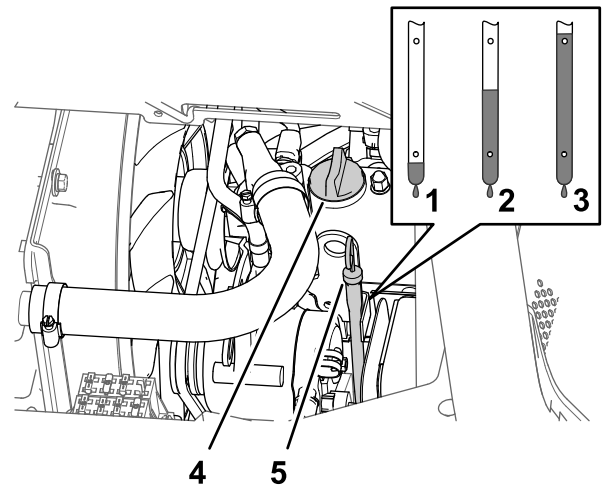

Figura 77
5. Rimuovete il tappo di riempimento dell'olio dal bocchettone del coperchio della valvola del motore (Figura 77) e lentamente versate circa l'80% della quantità d'olio specificata nel collo del bocchettone.
6. Rimuovete l'asta e controllate il livello dell'olio nel motore (Figura 77).
7. Aggiungete lentamente l'olio aggiuntivo specificato per portare il livello fino al segno di pieno sull'asta di livello (Figura 77).
8. Montate il tappo di riempimento dell'olio sul bocchettone e inserite l'asta di livello nel relativo tubo (Figura 77).